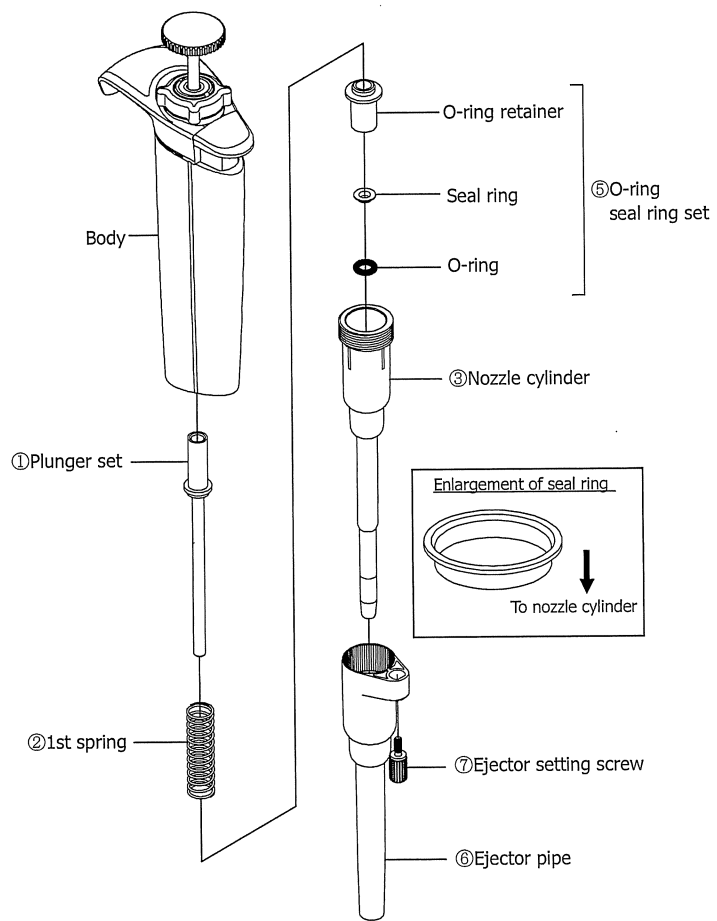

Fig. G2
① Reassemble nozzle cylinder.
- 2, 10, 20ul : Fig. G1, 100, 200ul : Fig. G2, 1000ul : Fig. G3
- 2, 10, 20ul : Fig. G1, 100, 200ul : Fig. G2 1000ul: Fig. G3